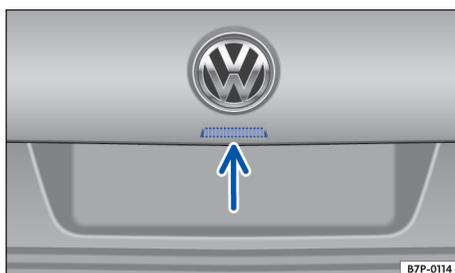

Fig. 61 Na tampa traseira: botão para abrir a tampa traseira.
- Para abrir a tampa traseira pressionar o botão → Fig. 61 e erguer a tampa traseira.